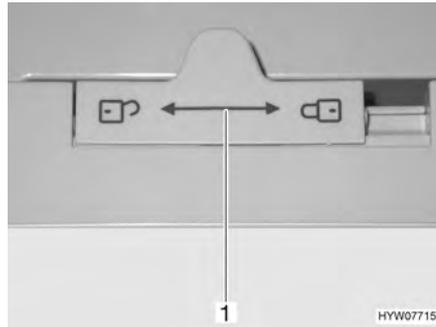

Fig. 167 Bloccaggio della porta del frigorifero (serie Dometic 7)
- Spostare il dispositivo di bloccaggio (Fig. 167,1) verso sinistra "🔓".
- Spostare il dispositivo di bloccaggio (Fig. 167,1) completamente verso destra "🔒".